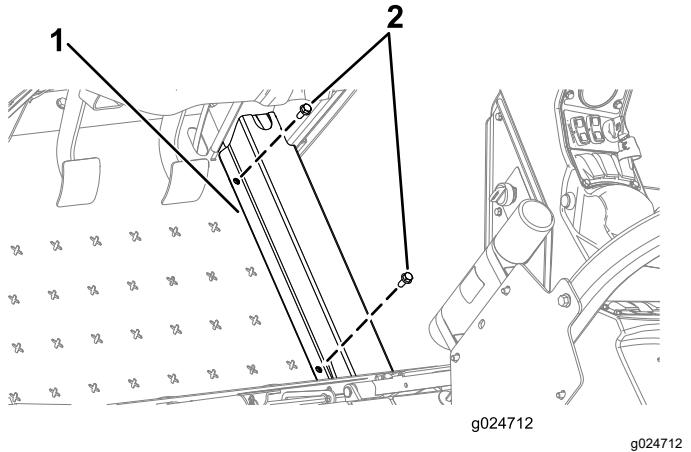
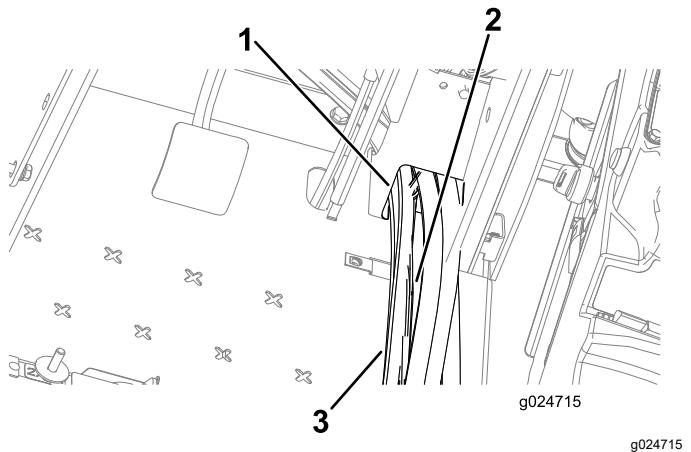

Bild 7
Bild 8
1. Entfernen Sie die zwei Schrauben, mit denen die Schlauchabdeckung an der Maschine befestigt ist, und nehmen Sie die Abdeckung ab (Bild 7 und Bild 8).